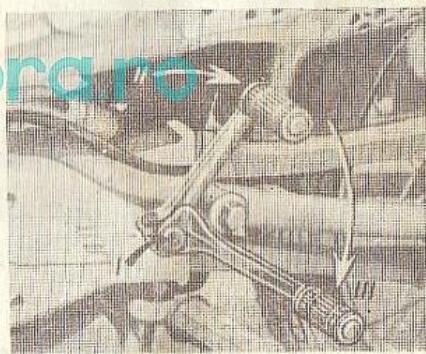

Fig. 6
5. Împingeți spre motor în sensul I (fig. 6) pedala de pornire și schimbare a vitezelor și apoi rotiți-o în sensul II, către verticală; acum, acționați pedala energetic cu piciorul spre înapoi și în jos (sensul III); mențineți piciorul pe pedală, nu o eliberați brusc; în timpul acționării pedalei nu accelerați; rotiți minerul „m“ în